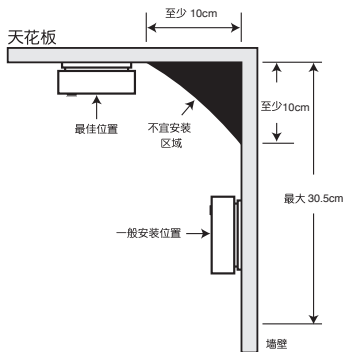

图 2
- 在天花板上安装报警器时，报警器至少应离开侧墙 10 厘米。见图 2。
- 在墙壁上安装报警器时，请选择内墙，报警器上边缘距离天花板最少 10 厘米最多 30.5 厘米。见图 2。